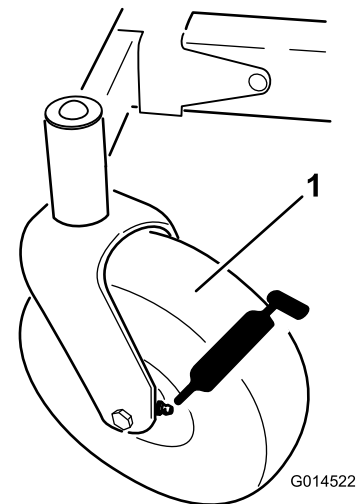
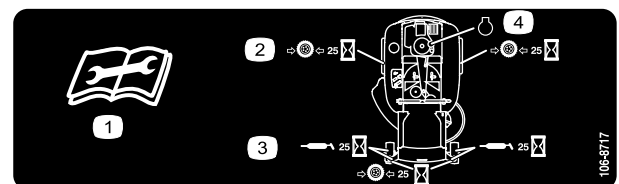

Figura 27
Figura 28
3. Limpie con un trapo los puntos de engrase (Figura 27 y Figura 28).
4. Conecte una pistola de engrasar a cada punto de engrase (Figura 27 y Figura 28). Bombear grasa hasta que empiece a rezumar grasa de los cojinetes.